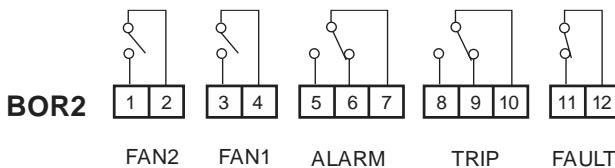
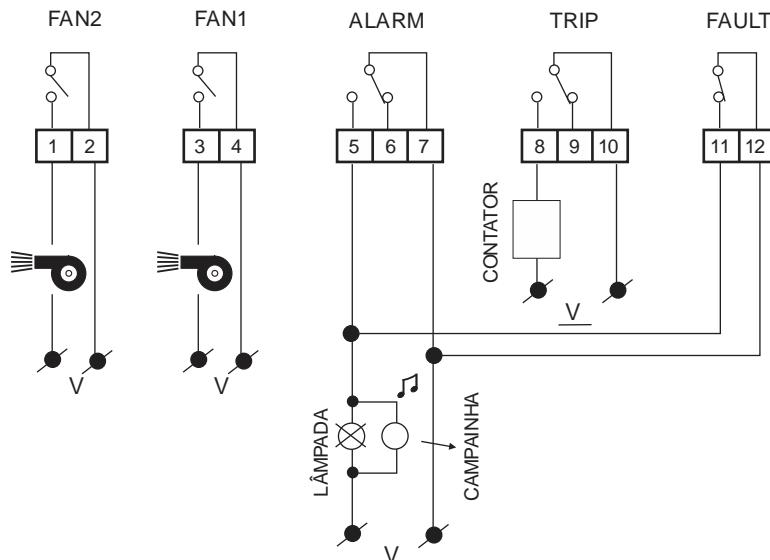

Figura 3 - Conexões Relés de Alarme e ventilação
Figura 6 - Esquema de ligação
- Faz a leitura das sondas S1, S2, S3 e Tamb. Caso alguma delas registre temperatura superior ao valor programado em ALARM em 1°C por 5s, o led ALARM acenderá. Caso a situação persista por mais de 15s, será ativado o relé ALARM, contato fechado entre os terminais 5 e 7 (Figura 3). Se pressionada a tecla  por mais de 5s, o relé ALARM abrirá os contatos 5 e 7 (útil caso o relé de alarme esteja ligado a uma sirene e deseja-se interromper o som), porém o led ALARM continuará aceso até que a temperatura de todas as sondas fique abaixo do valor programado de alarme. O relé ALARM apenas acionará novamente após sair da situação de alarme atual.
- Caso a temperatura continue aumentando e um ou mais sensores supere em 1°C por 5s o valor programado em TRIP, o led TRIP acenderá. Caso a situação persista por mais de 15s, será ativado o relé TRIP, contato fechado entre os terminais 8 e 10 (Figura 3). Quando se ativa o TRIP, ativa-se ALARM, pois é condição anterior a TRIP.
- Quando a temperatura diminuir em 1°C ao valor programado em TRIP, o led TRIP apagará e o relé voltará à condição anterior, contato aberto entre os terminais 8 e 10 (Figura 3).
- Quando a temperatura diminuir em 1°C ao valor programado em ALARM, o led ALARM apagará e o relé voltará à condição anterior, contato aberto entre os terminais 5 e 7 (Figura 3).
- Teste de presença ou falha dos sensores PT100: As falhas possíveis de detectar são de sensor aberto ou curto-círcuito do PT100. Caso detecte a ausência ou falha de algum sensor, aparecerá no painel a mensagem **FLt** seguida do nome dos sensores que estão com problema (**51, 52, 53** ou **LFB**). O led FAULT, juntamente com os leds dos sensores com falha, piscará. O relé FAULT fechará, contato fechado entre os terminais 11 e 12 (Figura 3). Se o equipamento sair da condição de falha, o led FAULT apagará e o relé abrirá, contato aberto entre os terminais 11 e 12 (Figura 3).
- Caso algum sensor supere a temperatura do parâmetro Fon (Fan on) por um período superior a 15s, será ativado o relé FAN1 (Figura 3, contatos 3 e 4 fechados). O relé desliga quando a temperatura de todos os sensores for inferior ao valor programado no parâmetro Fof (Fan off). O mesmo se dá para os parâmetros de FAN2 e o relé FAN2 (Figura 3, contatos 1 e 2).
Na Figura 3 é apresentada a pinagem dos relés de saída do controlador. Conforme o esquema da Figura 6, o relé FAULT opera normalmente ligado, o que significa que o controlador apresentará falha também em caso de falta de alimentação em BOR3.